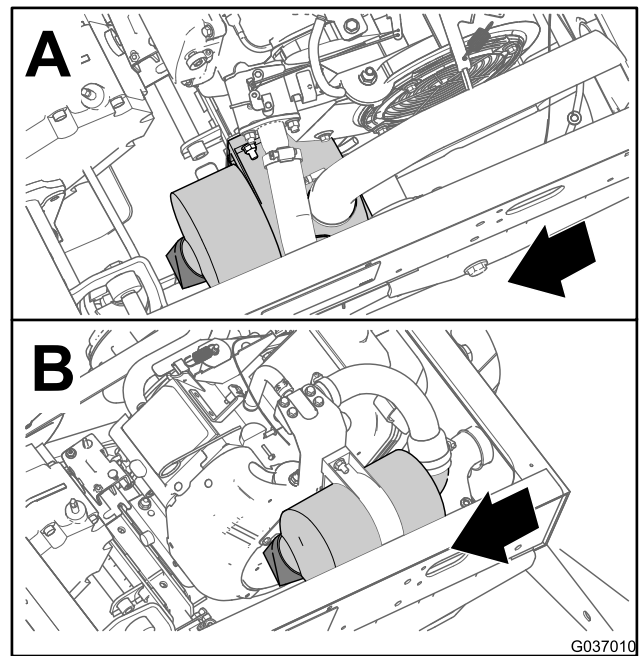
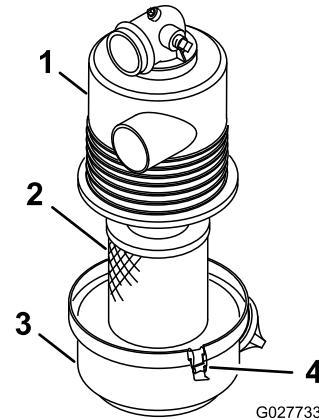

Figura 29
Figura 30
2. Verificați dacă există deteriorări la nivelul corpului filtrului de aer care ar putea cauza o scurgere de aer (Figura 29 și Figura 30).
3. Eliberați elementele care fixează capacul filtrului de aer pe carcasa acestuia (Figura 30).
4. Îndepărtați capacul filtrului de aer de la carcasa filtrului de aer și curățați interiorul capacului (Figura 30).
3. Introduceți elementul de filtrare al filtrului de aer în carcasa filtrului de aer (Figura 30).
4. Aliniați capacul filtrului de aer cu carcasa filtrului de aer (Figura 30).
5. Fixați capacul la carcasă cu ajutorul elementelor de fixare (Figura 30).